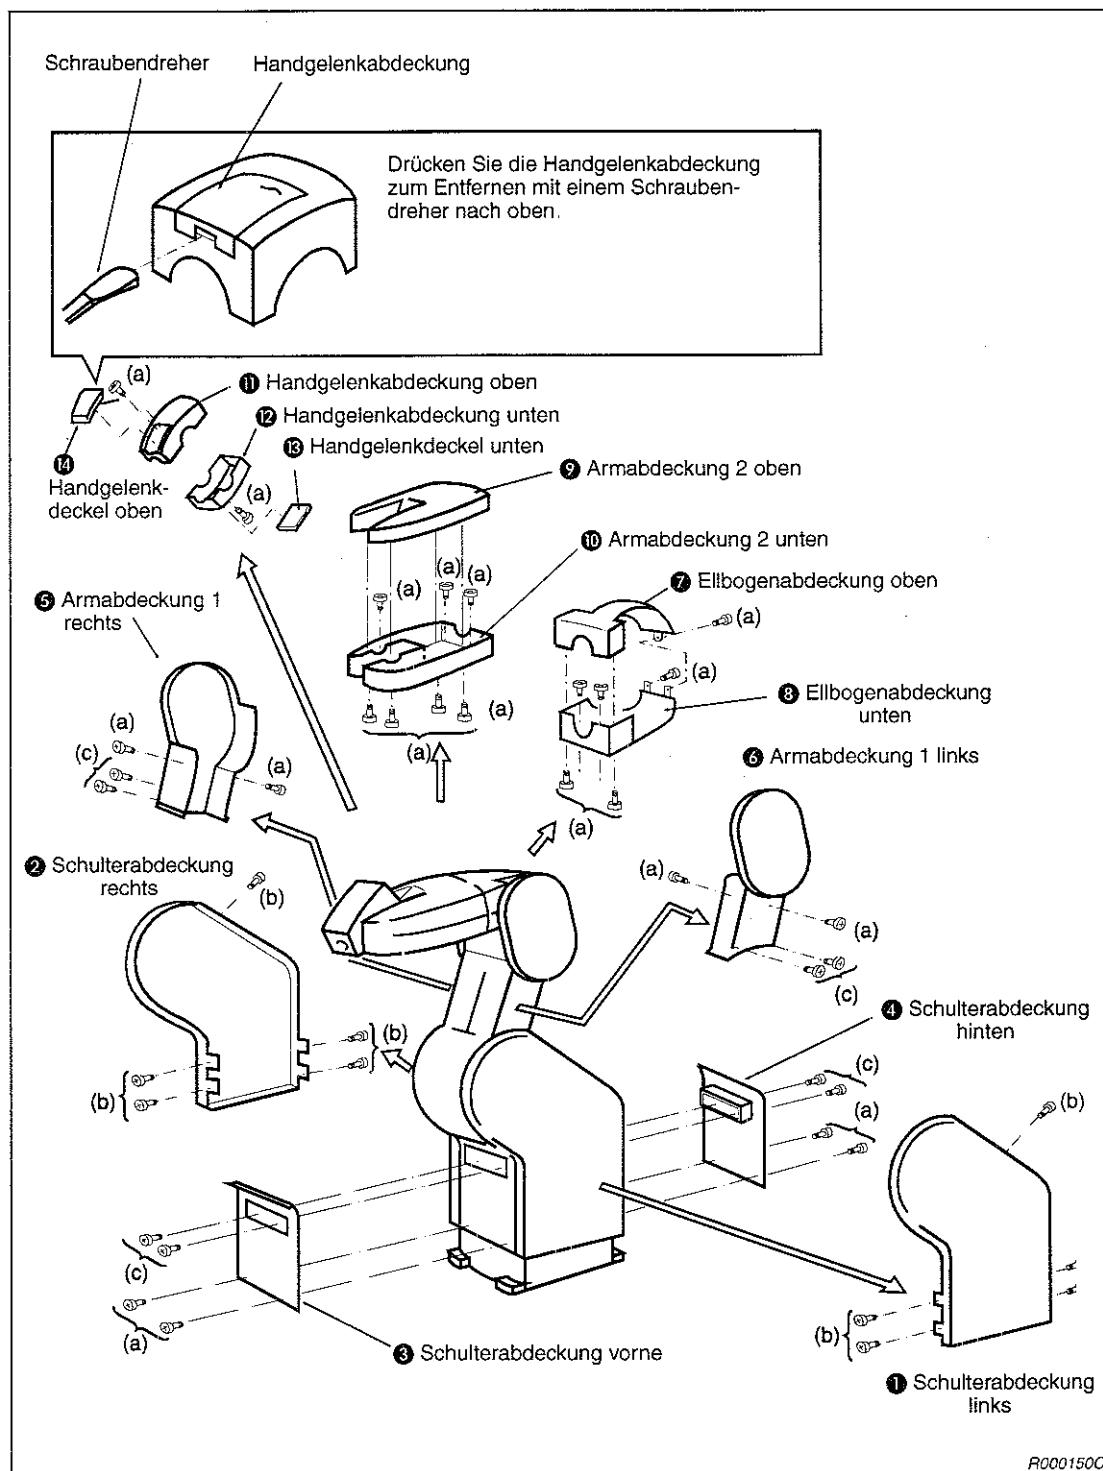
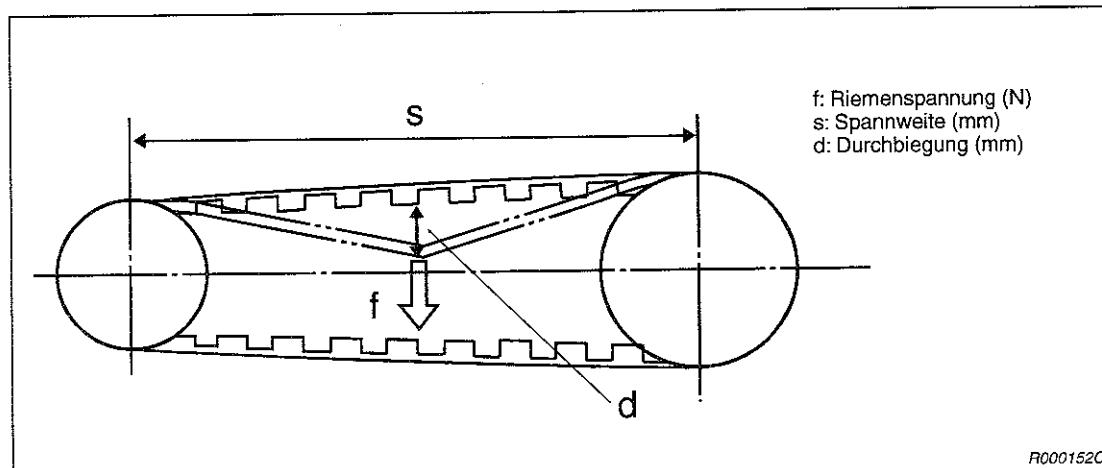

Abb. 5-2: Lage und Bezeichnung der Gehäuseabdeckungen
Abb. 5-4: Definition der Zahnriemenspannung
- ① Entfernen Sie die Armabdeckungen 2 unten und oben (siehe Abbildung 5-2).
- ② Überprüfen Sie den Zahnriemen auf Beschädigungen und Verschleiß (siehe Abschnitt 5.3.3).
- ③ Drücken Sie in der Mitte leicht auf den Zahnriemen (ca. 6,8 N) Der Riemen muß sich ca. 2 mm hinunterdrücken lassen (siehe Abbildung 5-4).
Abbildung 5-4 und Tabelle 5-6 beschreiben das Spannen des Zahnriemens. Die Einstellung der Zahnriemenspannung ist korrekt, wenn mit einer Kraft „f“ eine Durchbiegung „d“ der Spannweite „s“ erreicht wird.